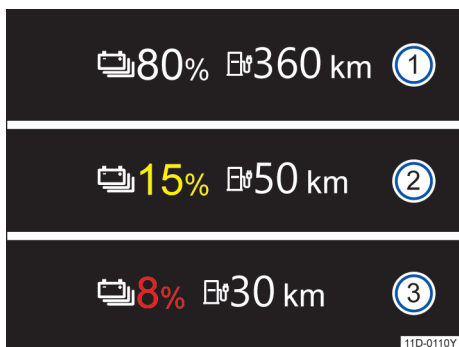

图 9 在数字组合仪表中：续驶里程和剩余电量显示
关于仪表的解释 → 图 9：
通过数字组合仪表中的符号 和一个白色的百分比数显示高压电池的当前电量 → 图 9 ①。
根据设置，车辆的续驶里程以公里（km）为单位 → 图 9。
如果达到高压电池的剩余电量区域，将显示符号 和一个彩色的百分比数 → 图 9 ②、③ → 。